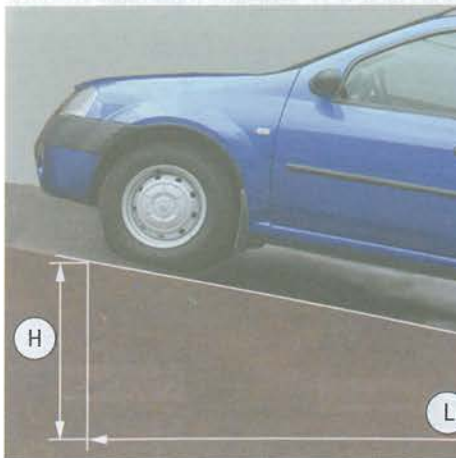

Рис. 4.2. Проверка стояночного тормоза
1. Для проверки правильности регулировки стояночного тормоза найдите вблизи места стоянки вашего автомобиля эстакаду или погрузочный пандус высотой $H = 1,25$ м при длине въезда $L = 5$ м (рис. 4.2). Такое соотношение соответствует уклону 25%.